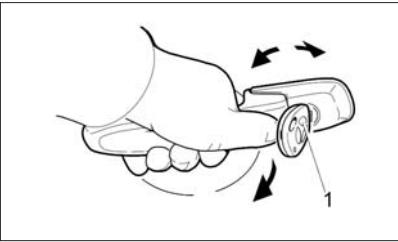
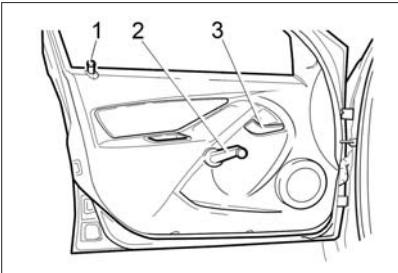

Рис. 3. Открывание двери
Рис. 4. Передняя левая дверь
**Передние двери** блокируются: снаружи – ключом 1 (рис. 3) или (**в вариантом исполнении**) пультом дистанционного управления; изнутри – нажатием на кнопку блокировки 1 («утапливанием») (рис. 4, 5) в двери или (**в вариантом исполнении**) кнопкой  в модуле двери водителя (рис. 6б). Блокировать замок можно только при закрытых дверях.